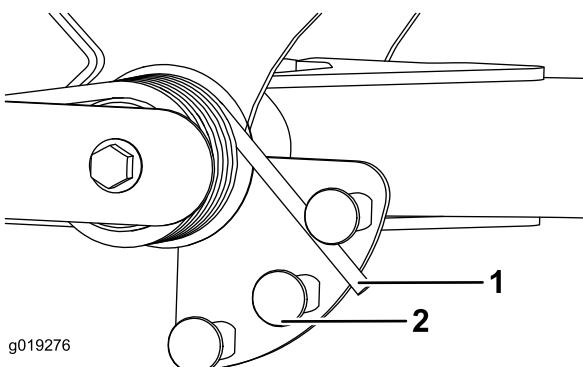

図 33
- スプリングの長い方の端部にチューブのようなものを取り付けて、スプリングアクチュエータの周囲に巻きつけるようにして希望位置にセットする図 33。